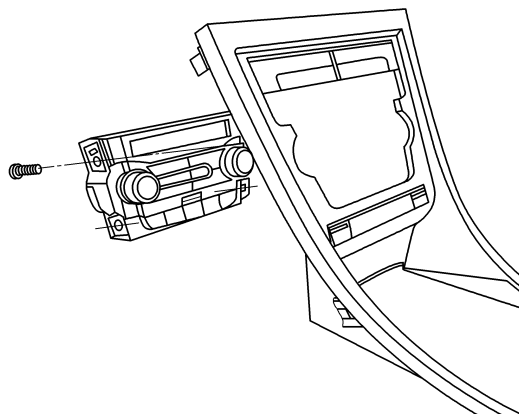

图 2-14 拆下空调控制器总成
5) 拆下4个将空调控制器总成固定到中控台面板饰条的螺钉, 拆下空调控制器总成, 如图2-14所示。